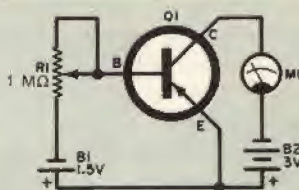

Fig. 4 - Con questo semplice circuito è possibile misurare facilmente il guadagno in c.c. di transistori a basso segnale.
Il metodo è illustrato nella fig. 4 e, come si vede, gli unici componenti necessari sono un tester, un potenziometro da 1 M Ω (R1), due pile (B1 e B2) ed alcune pinzette a bocca di coccodrillo.
2) Montate il circuito della fig. 4 portando R1 al suo valore massimo. La batteria B1 è una semplice pila da 1,5 V e B2 è da 3 V. Il tester si predispone nella portata di 1 mA fondo scala.